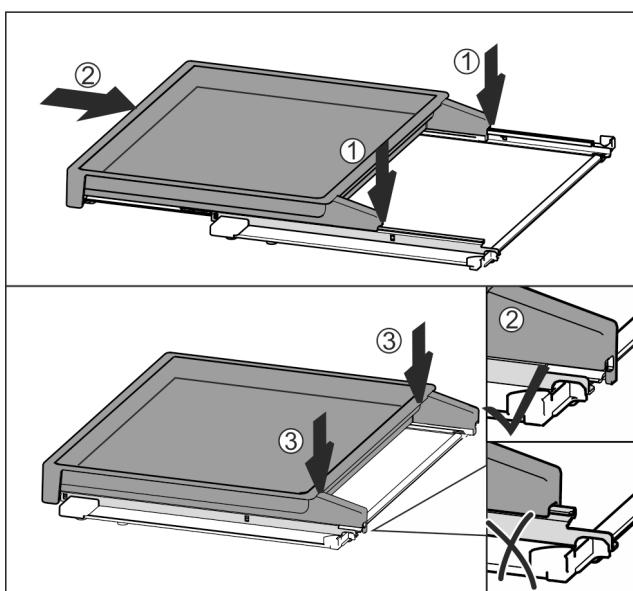

Fig. 97
- Nasadte vyťahovaciu poličku centricky na koľajničky Fig. 97 (1).
- Úplne zasuňte vyťahovaciu poličku Fig. 97 (2).
- Tlačte na zadnú stranu, kým počutelne nezapadne Fig. 97 (3).